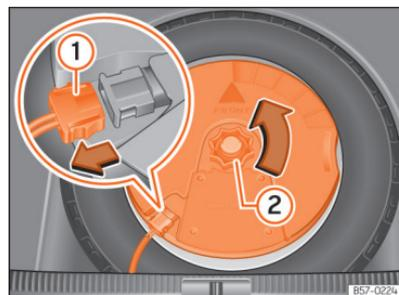

Fig. 193 Na bagageira: desmontar o subwoofer.
- Desligue o cabo do altifalante subwoofer »» Fig. 193 ①.
- Rode a rodinha de fixação no sentido contrário ao dos ponteiros do relógio »» Fig. 193 ②.